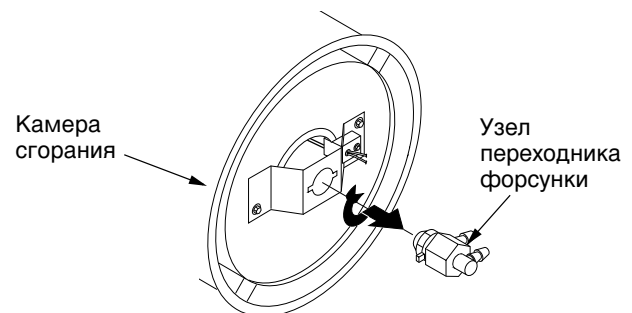

Рис. 20. Снятие узла форсунки/переходника
4. Поверните узел форсунки на 1/4 оборота влево и снимите его, оттянув к электродвигателю (см. Рис. 20).